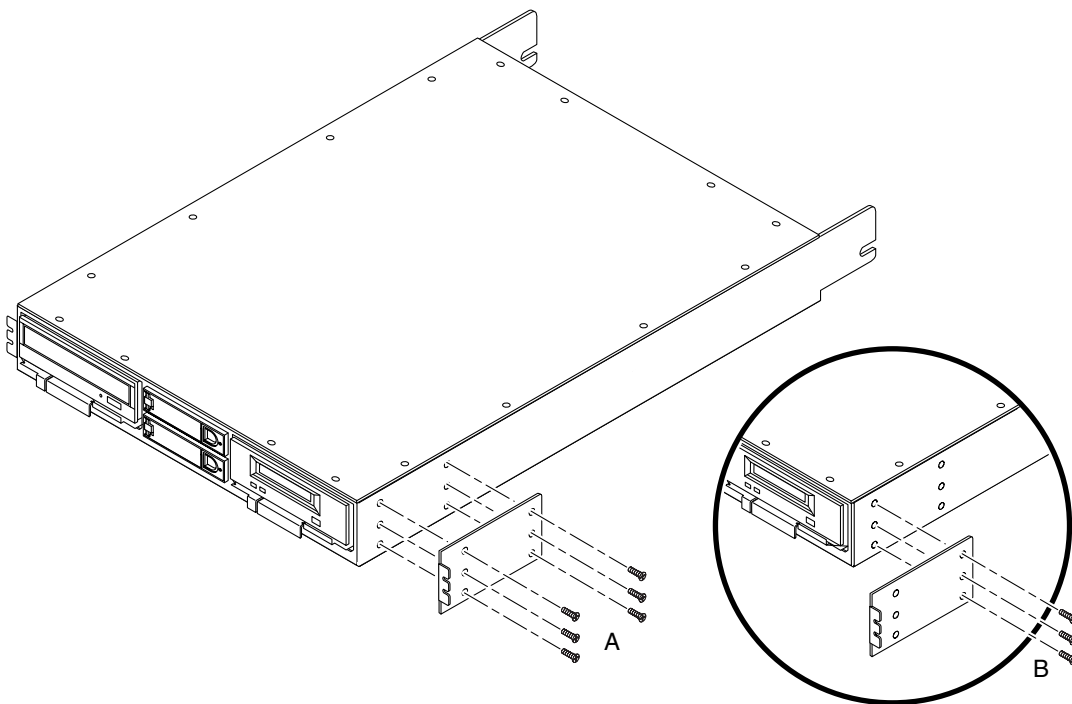

图 2-8 将装配挂耳装到介质托架
- 如果您在 Sun Enterprise 系统机柜中安装介质托架，请仅将装配挂耳后部的孔对准介质托架两侧前部的孔（参见图 2-8， B）。
- 如果您在 Sun StorEdge 扩充机柜中安装介质托架，请将装配挂耳前部和后部的孔分别对准介质托架两侧前部和后部的孔（参见图 2-8， A）。